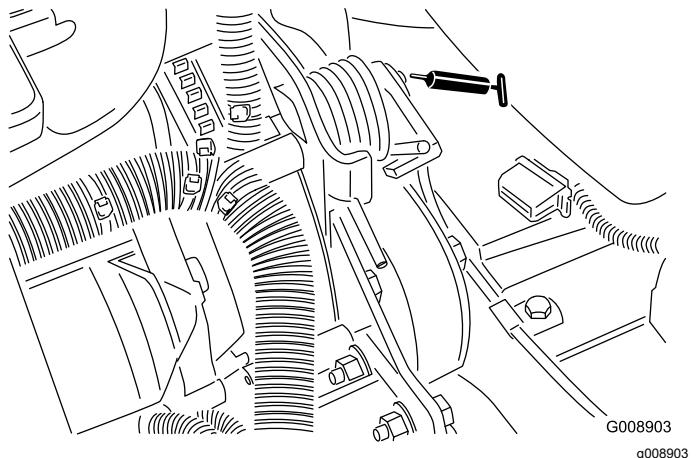

Figura 69
- Pivote tensor de la correa (Figura 69)